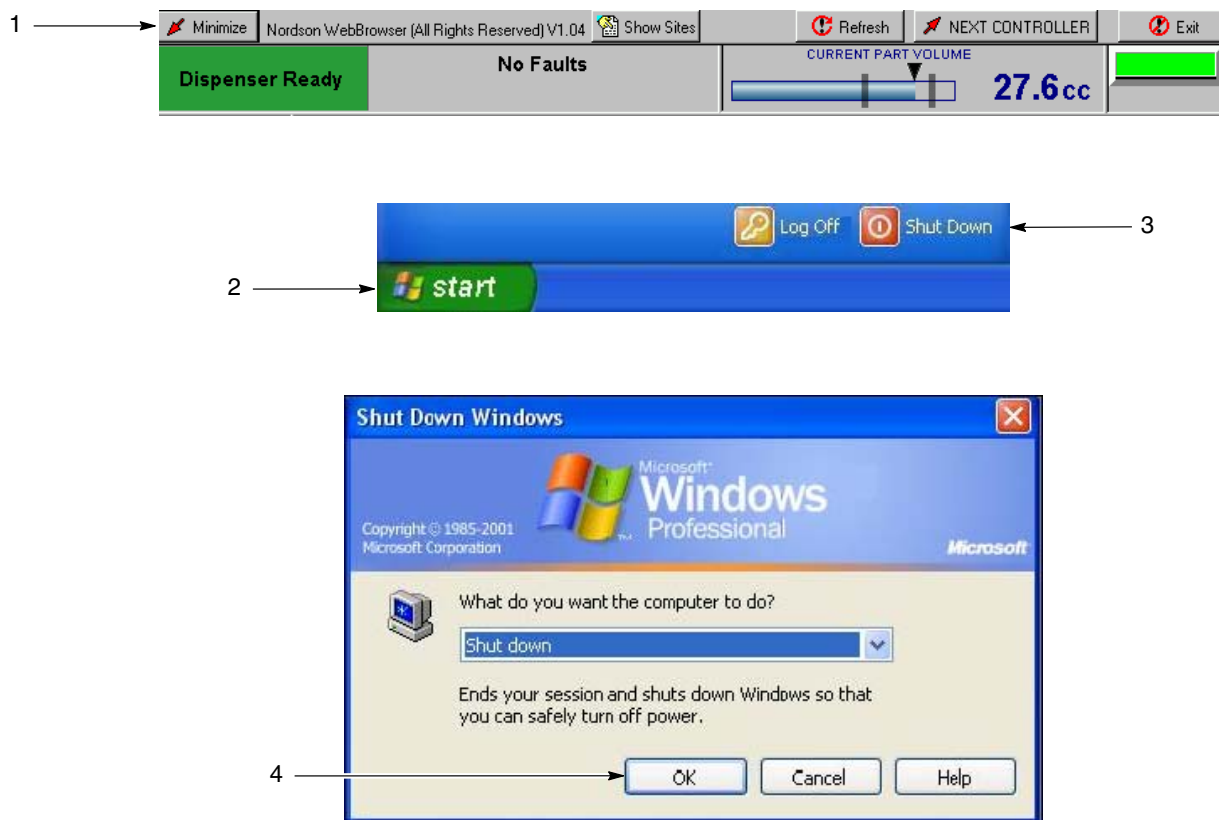

Figura 5 Desconexão do controlador PCI
1. Consulte a figura 5. Toque em **Minimizar** (1) (Minimize) na parte superior de uma máscara.
2. Toque em **start** (2), na barra de tarefas de Windows, para aceder ao **Menu Start**.
3. Toque em **Shut Down** (3) no **Menu Start**.